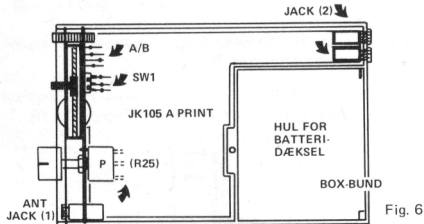

Fig. 6
42) Læg aluminiumsforpladen over B-printet og skub begge dele HELT NED i kassebagsidens to frontslidser - se fig. 6. Det skal nu kontrolleres, at skalaviseren på R24 kommer ud vinkelret gennem slidserne i metalforpladen. Et dette ikke tilfældet, må de tre lodninger på R24 opvarmes, så R24 kan flyt- 7